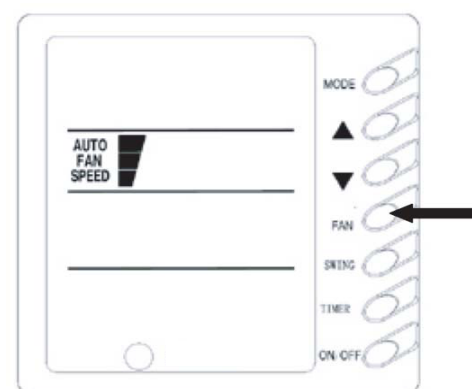

Fig. 3
2) Control de ventilador / FAN (Fig. 3)